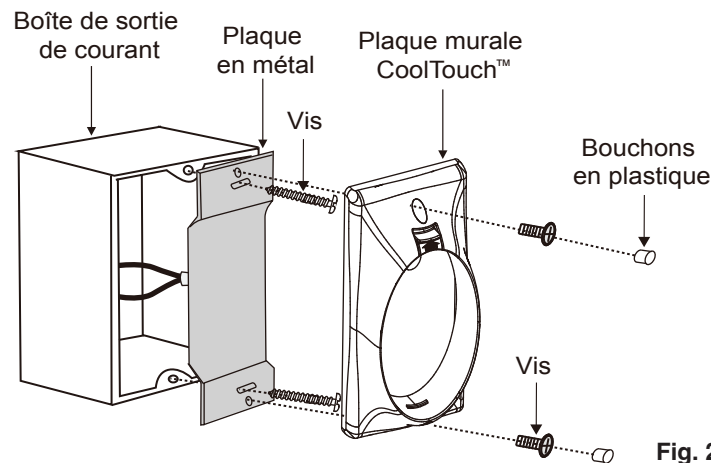

Fig. 29
**Étape 2.** Installez la plaque en métal et la plaque murale CoolTouch™ sur la boîte de sortie de courant murale existante à l'aide des 4 vis fournies. Placez ensuite les deux bouchons en plastique dans la plaque murale. (Fig. 29)